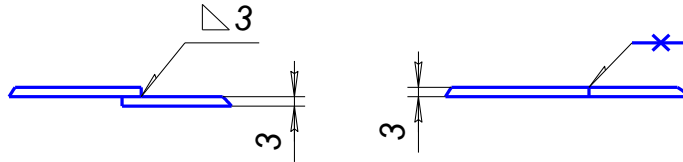

Рис.1
1. Какой способ соединения листов сваркой, рис.1, будет прочнее? Длина сварного шва и материалы в обоих случаях одинаковы.